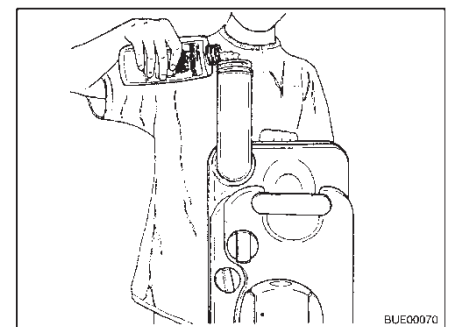

Fig. 177 Remplir de liquide pour sanitaires
- Remplir le réservoir pour matières fécales de la quantité indiquée de liquide pour sanitaires (Fig. 177).